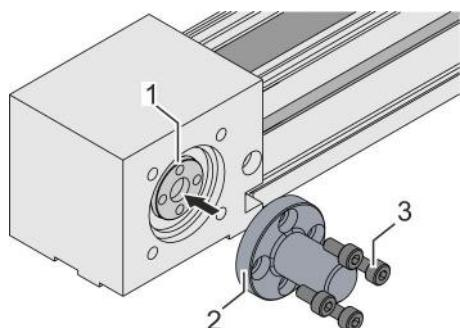

Fig. 31: Montaggio dell'albero di azionamento
1. ➤ Posizionare l'albero di azionamento (Fig. 31/2) sull'albero della cinghia dentata (Fig. 31/1).
2. ➤ Stringere in diagonale 4 viti (Fig. 31/3) in modo alternato: